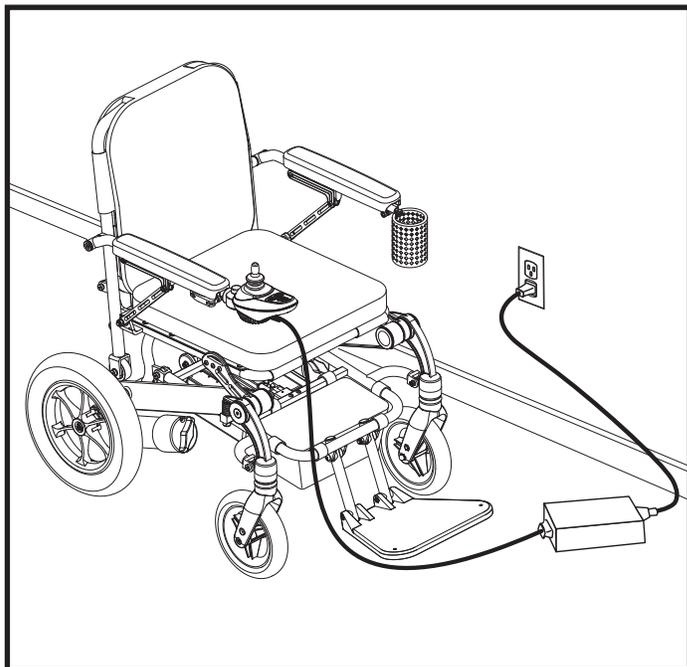

Figure 13. Charge de la batterie à l'aide du chargeur externe
3. Branchez le câble du chargeur externe dans le réceptacle de programmation/chargeur sur le contrôleur. **Voir la figure 13.**